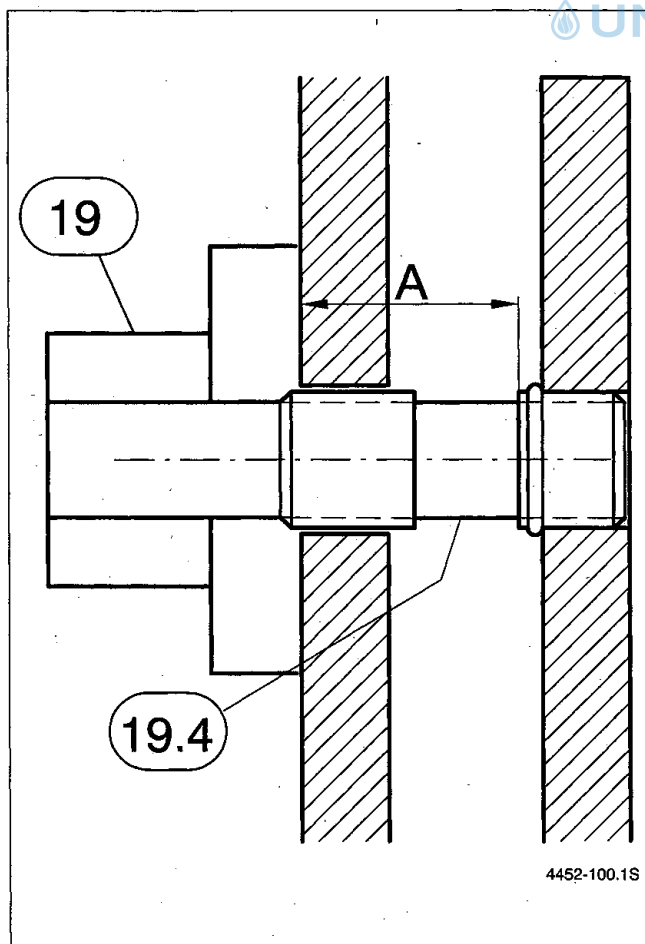

Bild 16
b) bei Keramikrohr Fabr.-PLEWA (Bild 16):